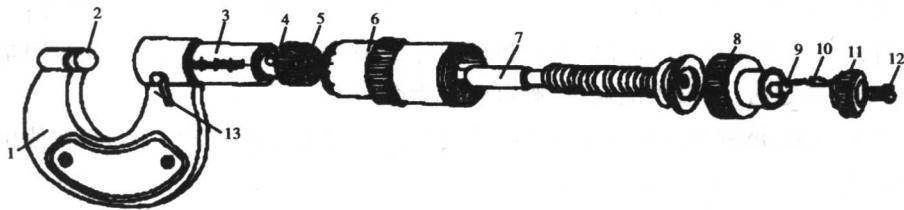

图1-11 千分尺结构
(2) 千分尺的结构。常用千分尺的结构如图1-11所示,尺架1、测砧2、固定套筒(主尺)3的表面有刻度;衬套4内有内螺纹,螺距为0.5mm,测微螺杆7右边的螺纹可沿此内螺纹回转。在固定套筒3的外面有一微分筒(副尺)6,上面有刻线,它用锥孔与测微螺杆7右端锥体相连。测微螺杆7在转动时的松紧程度可用螺母5调节。当要测微螺杆7固定不动时,可转动锁紧手柄13通过偏心机构锁紧。松开罩壳8时,可使测微螺杆7与微分筒6分离,以便调整零线位置。转动棘轮11,测微螺杆就会前进。当测微螺杆7左端面接触工件时,棘轮11在棘爪10的斜面上打滑。由于弹簧9的作用,使棘轮11在棘爪10上滑过时发出咔咔声。如果棘轮11以相反方向转动,则拨动棘爪10和微分筒6以及测微螺杆7转动,使测微螺杆向右移动。棘轮11用螺钉12连接锁紧手柄。